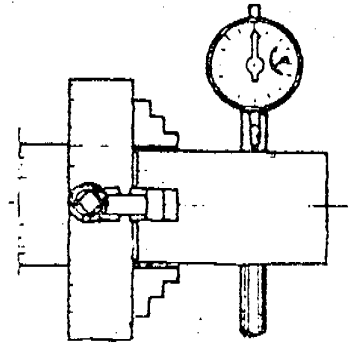

Figura 5
- 1. En el caso de piezas mecanizadas cuyo centrado debe ser riguroso, se debe usar un comparador (Figura 5), después del centrado con gramil.